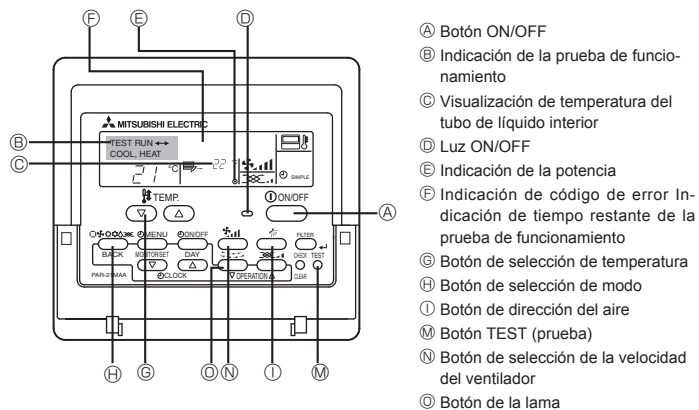

Fig. 7-1
7.2.1. Al usar el controlador remoto cableado (Fig. 7-1)
- ① Encienda el aparato por lo menos 12 horas antes de llevar a cabo la prueba de funcionamiento
- ② Pulse el botón de prueba de funcionamiento [TEST] (PRUEBA) dos veces. ➡ Indicador del cristal líquido de prueba en funcionamiento "TEST RUN" (EJECUCIÓN DE PRUEBA)
- ③ Pulse el botón de selección de modo [Mode selection] (Modo) y cambie al modo de refrigeración (o calefacción). ➡ Compruebe que sale aire frío (o caliente).
- ④ Pulse el botón de velocidad del aire [Fan speed] (Velocidad del aire). ➡ Compruebe que cambia la velocidad del aire.
- ⑤ Pulse el [botón de dirección del aire] o el [botón de la lama]. ➡ Compruebe el funcionamiento de la paleta o lama.
- ⑥ Compruebe el funcionamiento del ventilador de la unidad exterior.
- ⑦ Desactive la prueba de funcionamiento pulsando el botón de activación/desactivación [ON/OFF] (ACTIVAR/DESACTIVAR). ➡ Parar
- ⑧ Registre un número de teléfono.